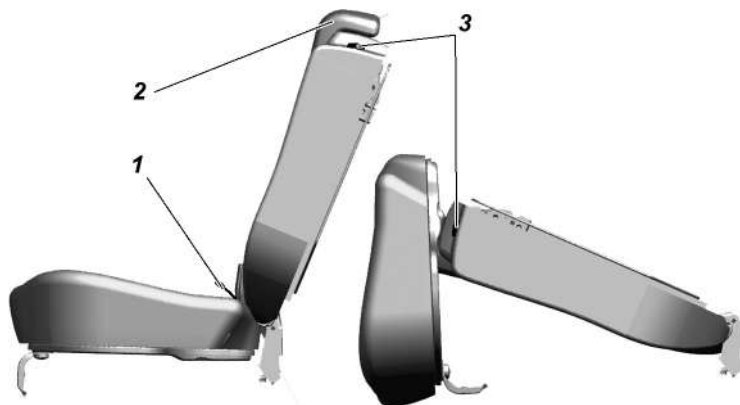

Рис. 3.48. Заднее трехместное сиденье:
**Заднее трехместное сиденье** (рис. 3.48) состоит из одноместной и двухместной подушки и одноместной и двухместной спинки.
- потяните за петлю 1 (рис. 3.48) (предварительно надавив на подушку, только для УАЗ ПИКАП), установите подушку в вертикальное положение;
- потяните за рычаг 3 по направлению движения автомобиля, освободив спинку, уложите ее, как показано на схеме, рис. 3.48;